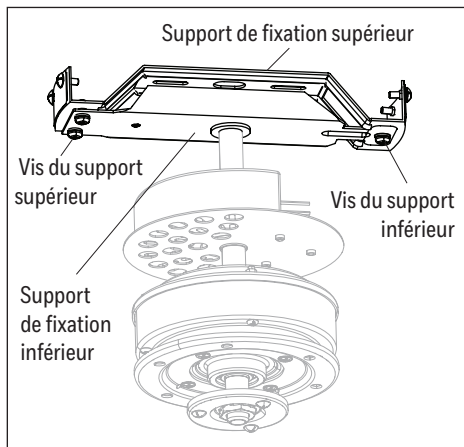

Figure 2.4
4. Réinstallez la vis du support inférieur et les vis du support supérieur retirées précédemment pour fixer le support de fixation inférieur au support de fixation supérieur (Figure 2.4).